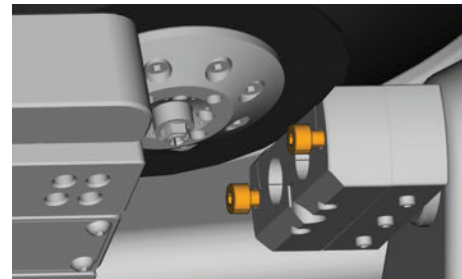

Abb. 20: ABUTMENTHALTER FIXIEREN
- M2. Lösen Sie die Schrauben des Abutmenthalters (↻ Abb. 20) und entnehmen Sie ihn komplett.